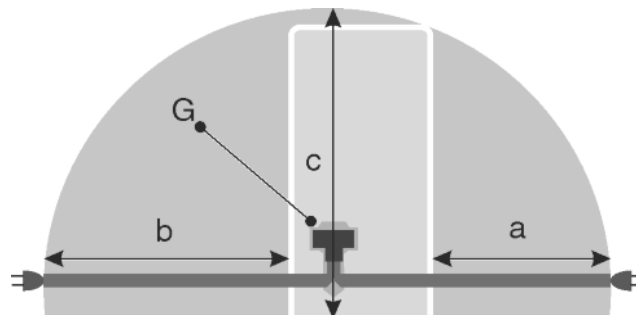

Fig. 43
- Gniazdo znajduje się poza tylną częścią urządzenia w podanym obszarze Fig. 43 (a, b, c).
- ▶ Wtyczkę urządzenia Fig. 43 (G) podłączyć z tyłu urządzenia. Zwrócić uwagę na prawidłowe zażebienie.